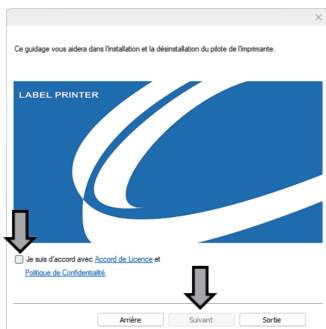

Fig.3
③ Passez à l'écran d'installation suivant. Lisez attentivement le contrat de licence et la politique de confidentialité, puis cochez « J'accepte » et cliquez sur « Suivant » (voir Figure 3).